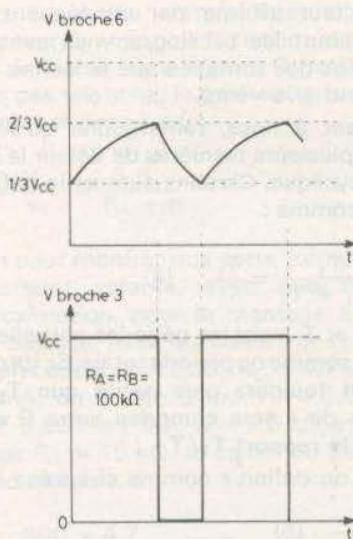

Fig. 4
Dans le cas de la **figure 4** les formules (1), (2) et (3) donnent avec $R_A = R_B = 100 \text{ k}\Omega$, 50 %, 33 % et 67 % respectivement.